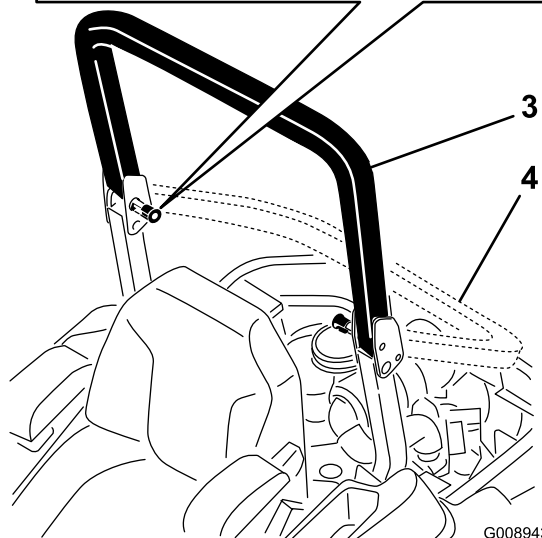

Figura 7
2. Tirate entrambe le manopole e ruotatele di 90 gradi in modo che non siano innestate (Figura 7).
3. Abbassate il roll bar (Figura 7).
4. Per alzare il roll bar, sollevatelo in posizione di funzionamento e ruotate le manopole in modo che si spostino parzialmente nelle scanalature (Figura 7).
5. Sollevate completamente il roll bar premendo contemporaneamente la parte superiore del roll bar in modo che i perni scattino in posizione non appena saranno allineati ai fori (Figura 7).